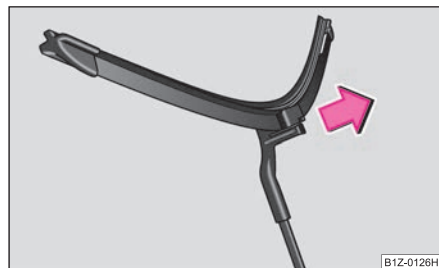

Fig. 55 Lamela ștergătorului de parbriz
- Trageți lamela în sensul indicat de săgeata ⇒ fig. 55 ⇒ ⚠.